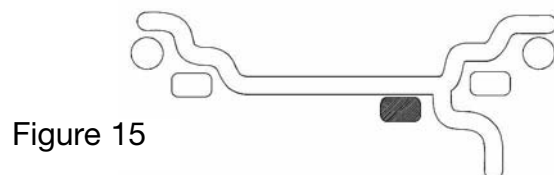

Figure 15
B. STATIQUE (un plan, fig.15). Mode suggéré pour les jantes étroites (3 po ou moins). Utiliser une seule masse d'équilibrage placée au centre de la jante, comme il est illustré à la figure 15.